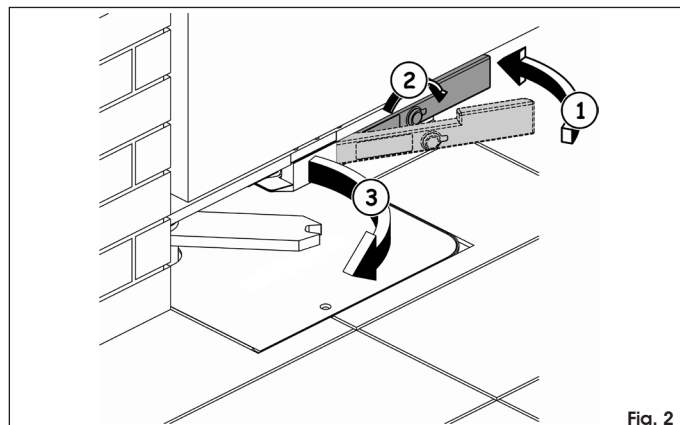

Fig. 2
- ramener la clé dans sa position de repos (Fig. 2 réf. ①)
- insérer la clé de déverrouillage dans la serrure et la tourner jusqu'à l'arrêt dans la direction opposée au piliers (Fig. 2 réf. ②)
- actionner manuellement le vantail jusqu'à l'engagement de la serrure sur la patte de blocage (Fig. 2 réf. ③)